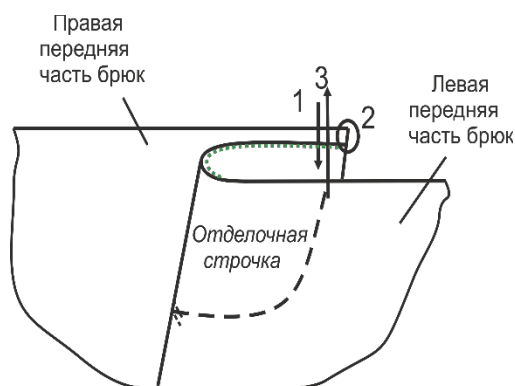

Рис. 2
- 3.1 Стачайте передние части брюк по среднему срезу (рис.2). Обметайте срезы.